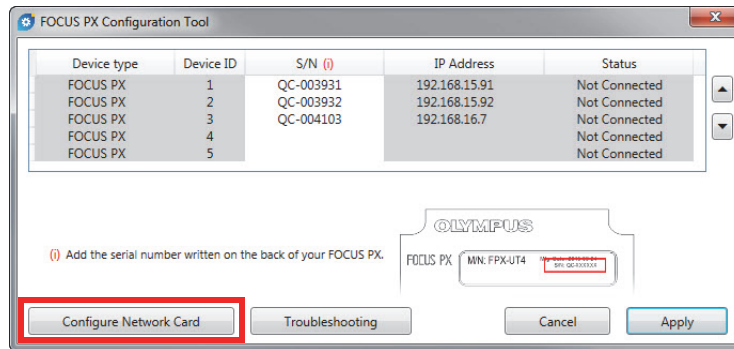

図 5-2 ネットワークカードの構成の開始
3. [**Configure Network Card (ネットワークカードの構成)**] をクリックします (図 5-2 ページの 25 を参照)。
| 図 5-2 | ネットワークカードの構成の開始 | 25 |